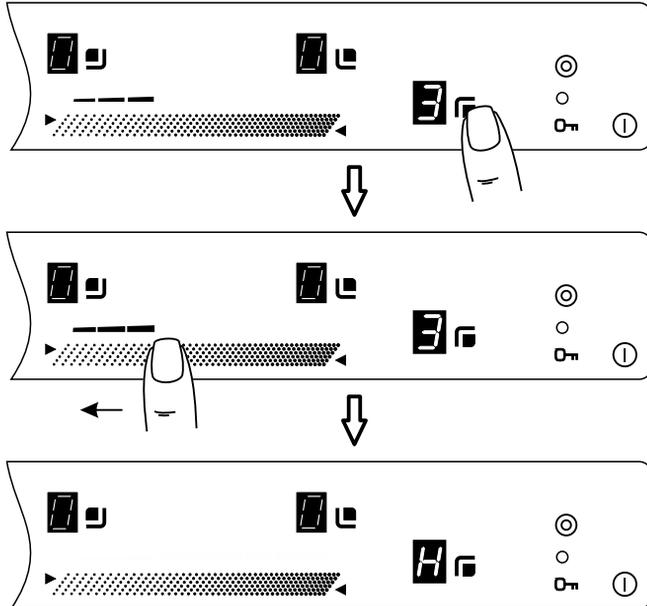

Рис.6
1. Работавшую конфорку перевести касанием зоны ② в режим управления (рис. 6).
2. Перемещая палец по поверхности ④, установить в окне индикации значение «0» - конфорка отключится. В окне ③ будет светиться буква «Н», указывающая, что конфорка еще горячая.